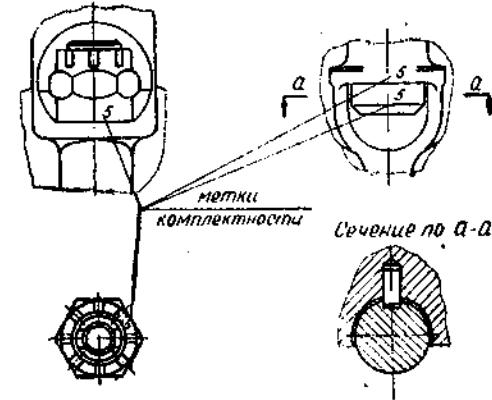

Рис. 36. Метки комплектности шатунных болтов
Шатунные болты и гайки перед монтажом необходимо скомплектовать согласно меткам, имеющимся на головке болта и торце гайки со стороны венца (см. рис. 36). Цифры от 1 и до 6 у шестицилиндрового дизеля и от 1 до 8 у восемьцилиндрового дизеля обозначают номер цилиндра. Точки, стоящие у цифр, обозначают, что комплект должен стоять на левой стороне дизеля, если смотреть на него со стороны маховика.
10. Поставить метки комплектности (см. рис. 36) на гайке и головке шатунного болта.